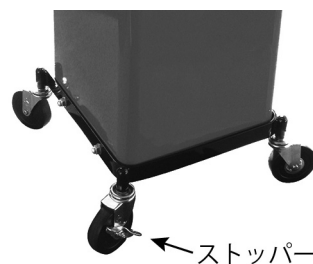

Fig. 3
- 作業中及び作業終了後所定の場所に移動した後は、不意に動かないように、必ずキャスターのストッパーをロックしてください。（Fig. 3）